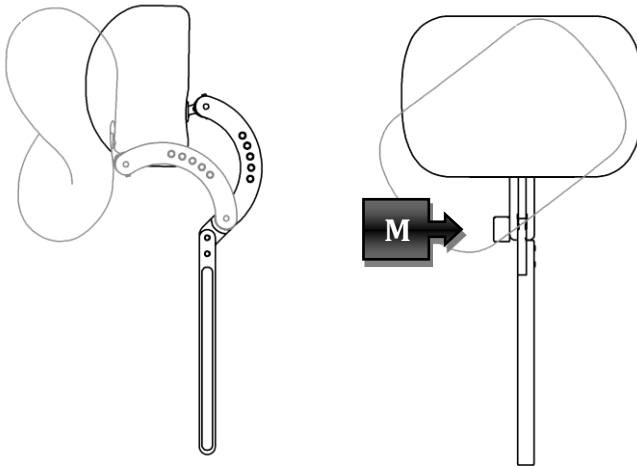

Figura 26
- Rotazione del cuscino: agendo sul cuscino è possibile orientarlo come indicato in Figura 26
- Regolazione in profondità: agendo sulla manopola **(M)** indicata in Figura 26 è possibile rendere il poggiatesta più o meno sporgente.